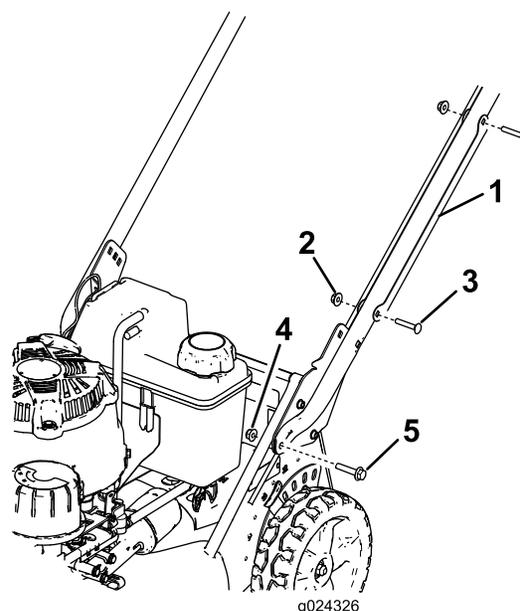

Figura 3
1. Rimuovete la protezione del cavo dalla stegola (Figura 3) togliendo i 2 bulloni a testa tonda e i 2 dadi di bloccaggio che tengono la protezione del cavo alla stegola.
2. Installate le estremità della stegola sull'alloggiamento del tosaerba con 2 bulloni flangiati a testa esagonale (5/16 x 1-1/2 poll.) e 2 dadi flangiati (5/16 poll.) come mostrato in Figura 3.
- Posizionate la protezione del cavo sulla stegola con i(l) cavi(o) all'interno della protezione e fissate la protezione stessa sulla stegola con i 2 bulloni a testa tonda e i 2 dadi di bloccaggio rimossi in precedenza(Figura 3).